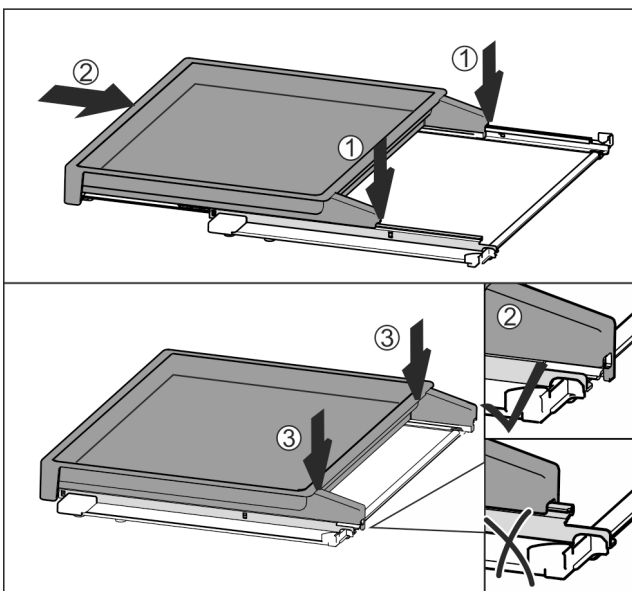

Fig. 81
- ▶ Mittig auf Schienen aufsetzen Fig. 81 (1).
- ▶ Auszugsbord vollständig einschieben Fig. 81 (2).
- ▶ An hinterer Seite drücken bis es hörbar einrastet Fig. 81 (3).